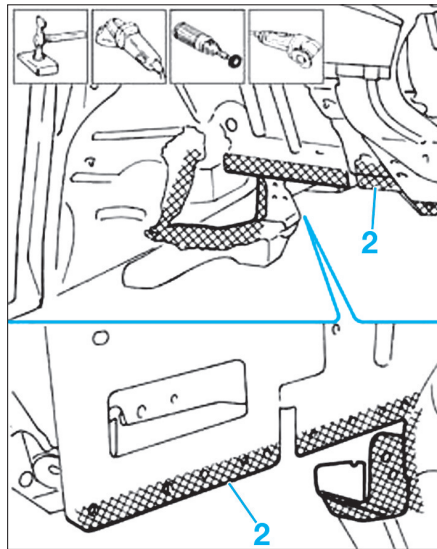

FIG. 8
- Nettoyer les zones (2) (Fig.8) et (Fig.9) sur le véhicule et sur les pièces neuves.